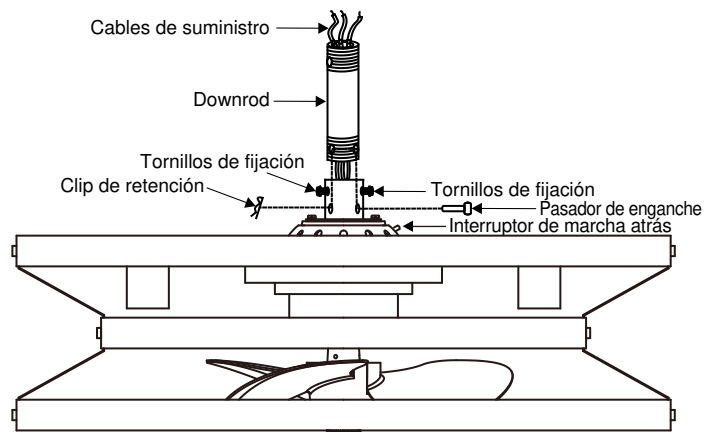

Fig. 8
Paso 6 Afloje los dos tornillos de fijación y retire el pasador de enganche y el clip de retención del acoplamiento en la parte superior del conjunto del motor. (Fig. 8)
Luego, reemplace el pasador de enganche y el clip de retención. Apriete ambos tornillos de fijación. (Fig. 8)